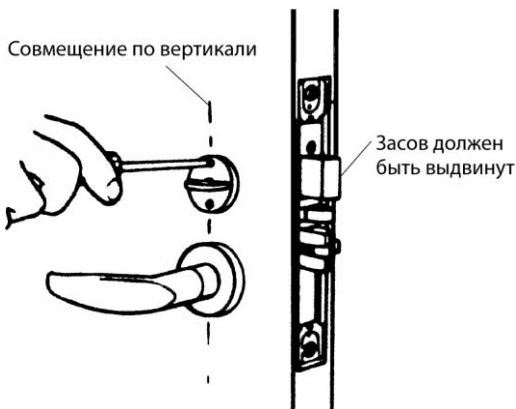

Рис. 6.38. Установка поворотной рукоятки (С разрешения компании Schlage Lock Company)
16. Установить вращающуюся рукоятку и выдвинуть засов. Совместить отверстия для винтов по вертикали и зафиксировать это положение винтами (рис. 6.38).